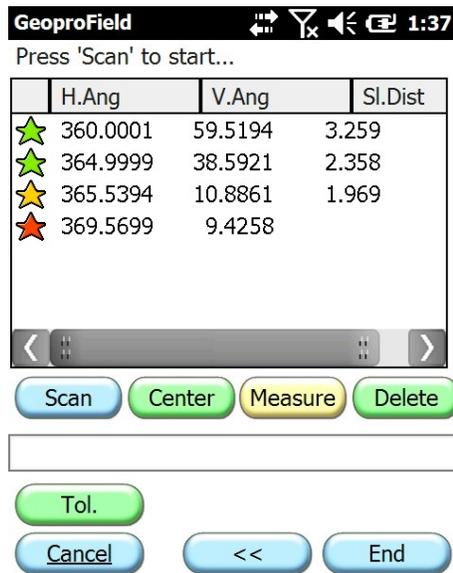

Figura 130: Inicio del escaneo
9. Para iniciar la exploración, pulse el botón **Scan** (Escaneo) (Figura 130 en la página 111). Este botón se desactivará durante la operación de exploración.